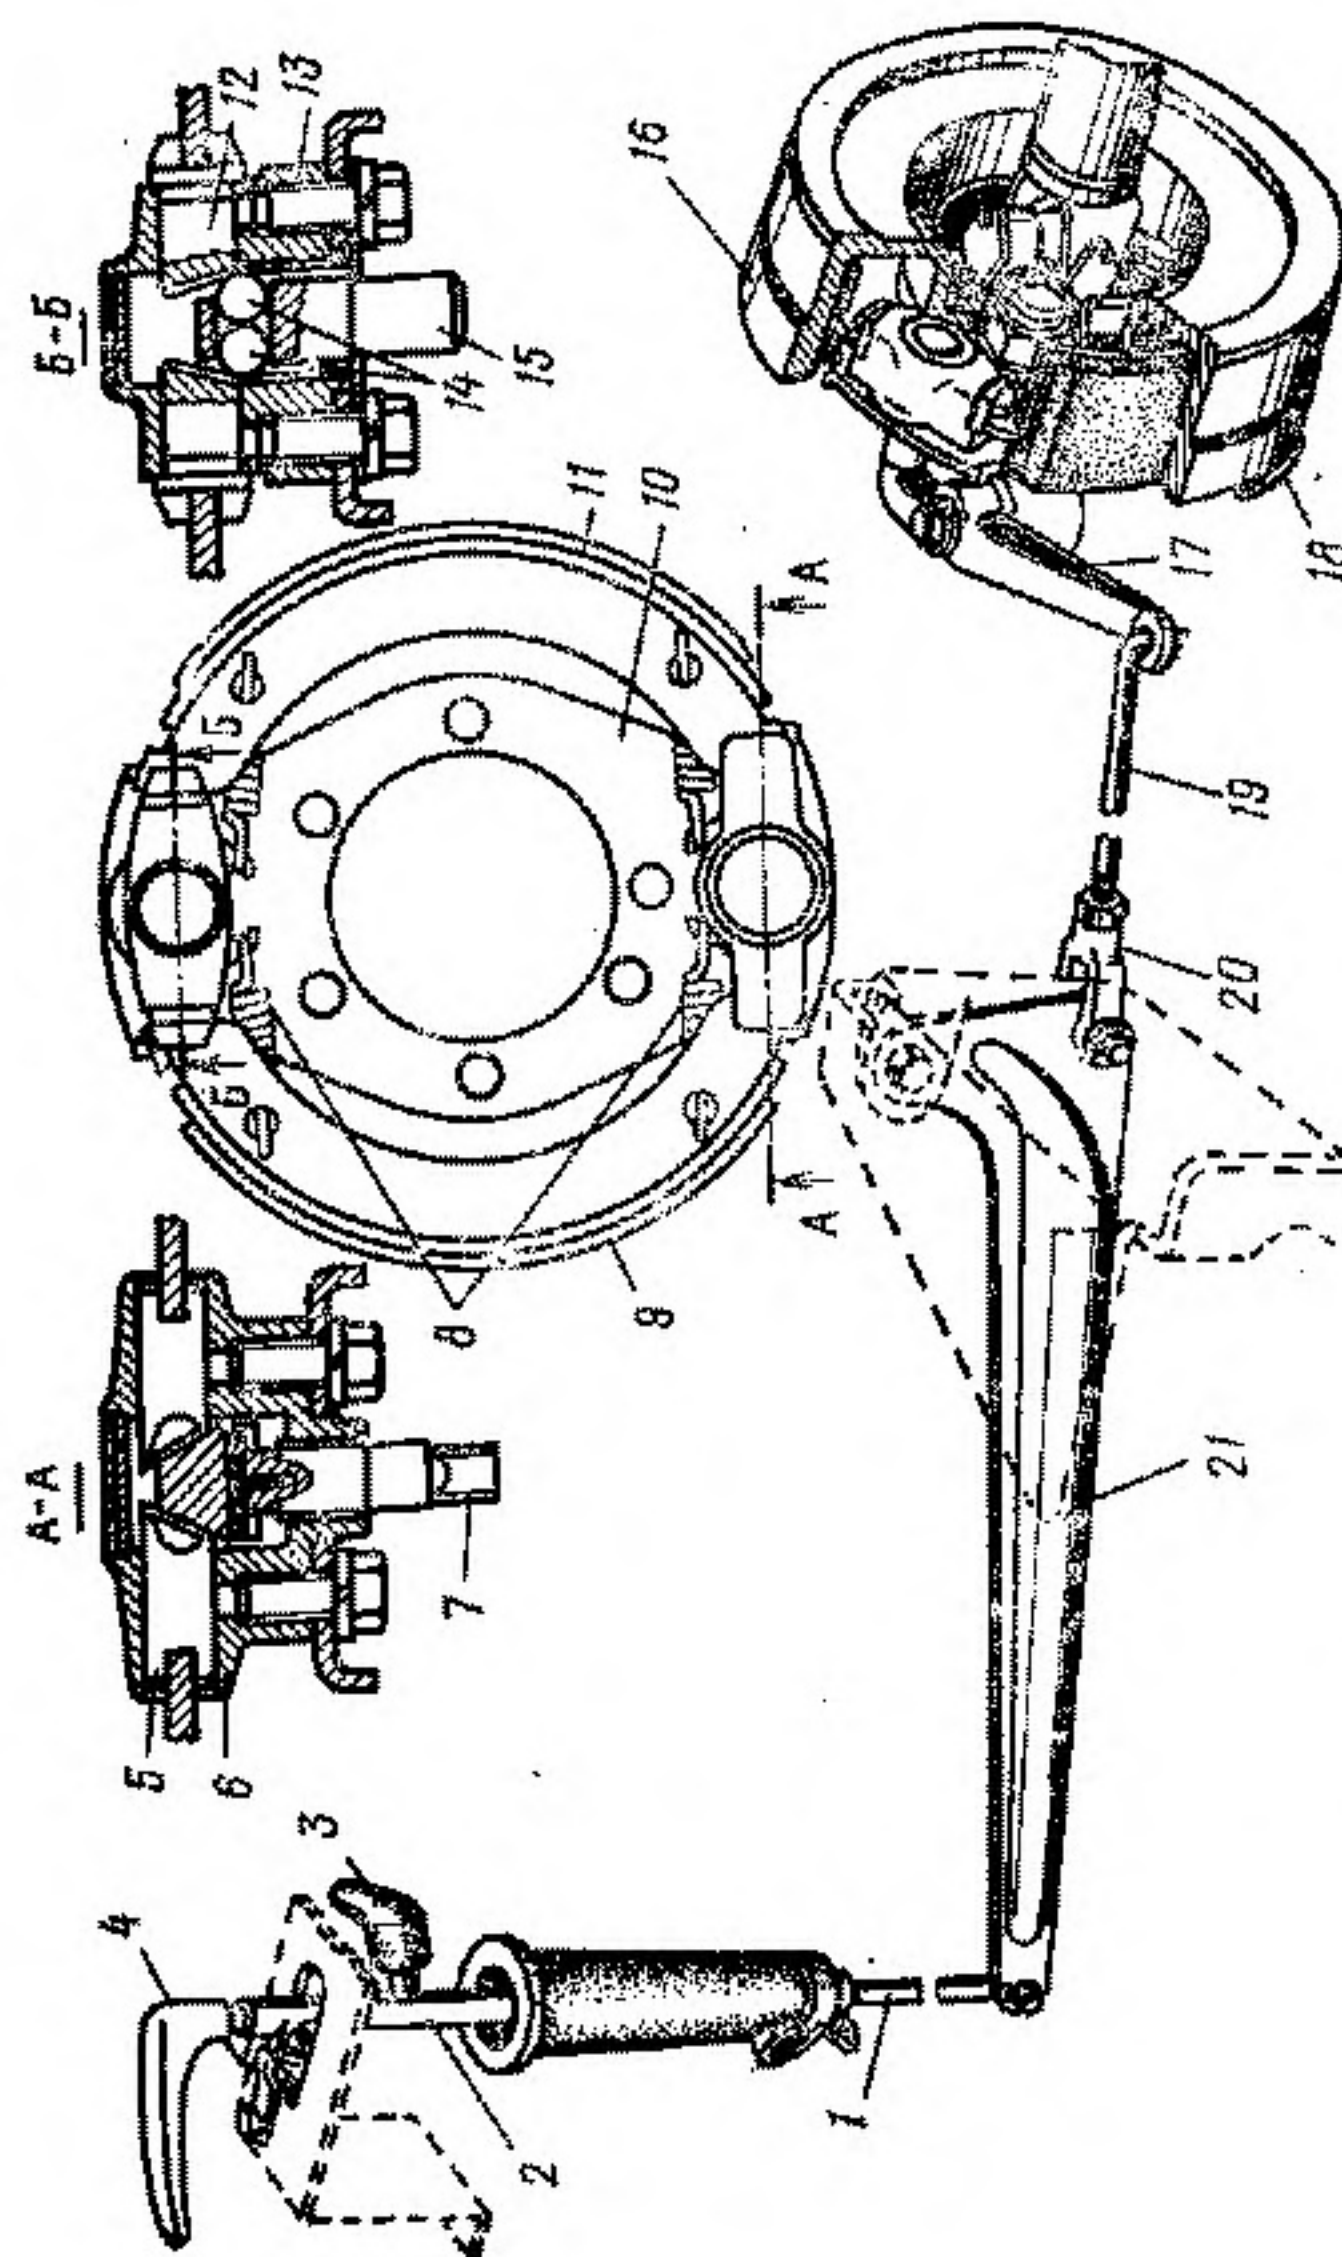

Рис. 66. Стояночная тормозная система автомобиля ГАЗ-66-11:
2. Переместить рукоятку 4 (рис. 66) стояночного тормоза в крайнее нижнее положение.